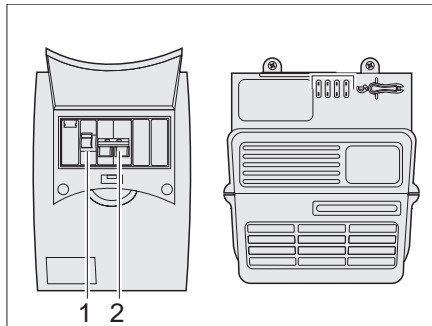

Bild 99 230-V-Sicherungskasten
Die Hauptsicherung (Bild 99,2) sichert den 230-V-Eingangsstrom mit max. 10 A ab. Zusätzlich befindet sich ein Fehlerstromschutzschalter (Bild 99,1) im Sicherungskasten.
- 230-V-Leitungsschutzschalter (siehe Bild 99) und Hauptschalter Batterie (siehe Bild 93,9) kurz ein- und ausschalten, um den Stromfluss zu unterbrechen.